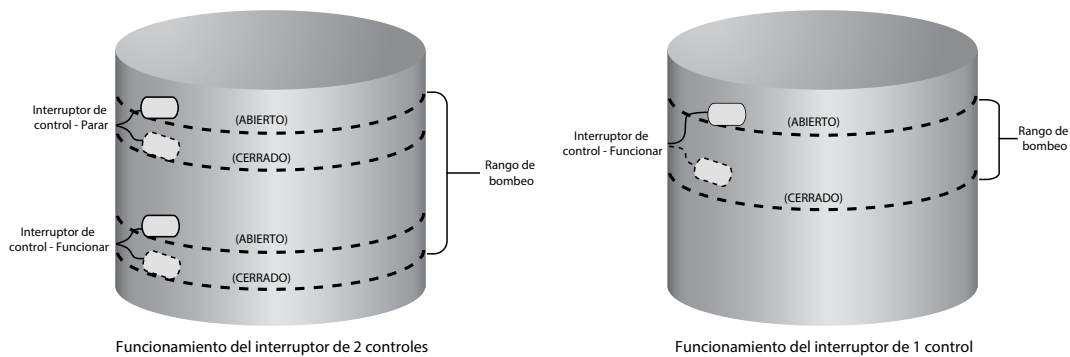

Figura 8: Funcionamiento del interruptor de control
2. Conecte los cables desde el interruptor de control “RUN” (FUNCIONAR) al bloque terminal etiquetado “RUN” (FUNCIONAR) (Figura 8).
El dispositivo Fhoton™ está diseñado para utilizar hasta dos interruptores de control para su funcionamiento. Cuando se instalan ambos interruptores, el controlador empieza a bombear y espera a apagarse hasta que ambos interruptores lean “OPEN” (ABIERTO). Una vez que se cierran, el controlador espera para funcionar de nuevo hasta que ambos interruptores lean “CLOSED” (CERRADO). Un ejemplo de una aplicación (Figura 8) es utilizar interruptores de nivel separados para indicar niveles de agua altos y bajos. Cuando se utilizan 2 entradas de interruptor, retire la tarjeta ubicada inmediatamente detrás de estas entradas de interruptor.
Alternativamente, el dispositivo Fhoton™ puede configurarse para controlar el nivel de agua utilizando un solo interruptor de entrada. Una vez que se configure adecuadamente para un solo interruptor de control con una sola entrada activa, el controlador arranca la bomba y espera para apagarse hasta que el interruptor activo lea “OPEN” (ABIERTO). Una vez que se cierra, el controlador espera para funcionar de nuevo hasta que el interruptor lea “CLOSED” (CERRADO). Un ejemplo de una aplicación (Figura 8) sería utilizar un interruptor de nivel de un solo contacto que mantiene el tanque de almacenamiento lleno sin que se desborde. Para el control de un interruptor único de nivel, utilice solo las conexiones de terminal “RUN” (FUNCIONAR). Deje instalada la tarjeta que se encuentra ubicada inmediatamente detrás de estas entradas de interruptor.